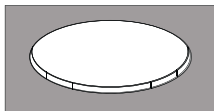

Fig.1
- Use template inside the box to cut a hole in the ceiling. (Fig.1) Utilisez le gabarit à l'intérieur de la boîte pour percer un trou dans le plafond. (Fig.1)